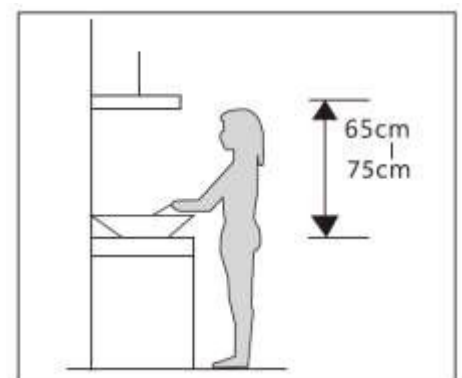

Ilustración 1
3. La campana debe colocarse a una distancia de 65 a 75 cm de la superficie de cocción para un funcionamiento óptimo. (Ver ilustración 1)